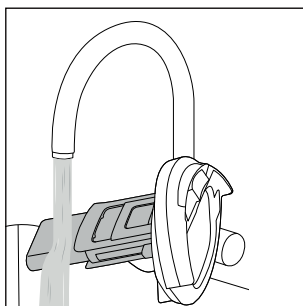

Rys. 23
- ♦ Wypłucz zbiornik na brudną wodę ❷ pod ciepłą, bieżącą wodą (patrz rys. 23).